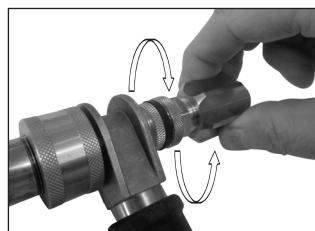

Figura 6.
1. Es posible ajustar la boquilla de rociado. Gírela en el sentido contrario al de las manecillas del reloj para obtener un patrón de cono completo y en el sentido de las manecillas del reloj para obtener un patrón de chorro recto. **(Vea la Figura 6).**